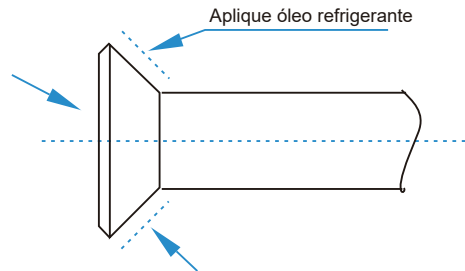

Figura 25
- Antes da tampa do flange ser instalada no flange do tubo, aplique um pouco de óleo refrigerante no flange (dentro e fora) e, em seguida, gire-o três ou quatro vezes antes de apertar a tampa. Consulte a Figura 25.